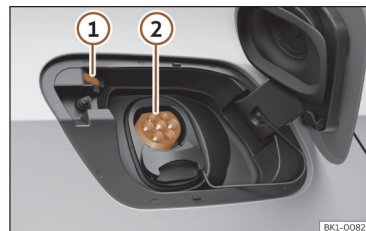

Fig. 8 Por trás da tampa de carregamento da bateria na parte traseira direita: Tomada de carregamento.
>>> Fig. 8
- Com o veículo destrancado, ao pressionar a tampa de carregamento da bateria esta abre-se >>> **Fig. 8.**
- O LED (indicador do processo de carregamento) da tomada de carregamento pisca e emite cintilações brancas >>> **Fig. 8 ①** >>> **Página 13.**